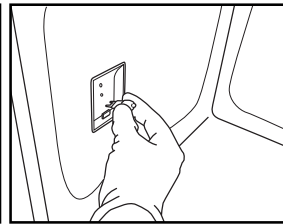

Fig. 8
4. Het lampje vervangen (zie voor het type de opmerking) (Fig. 8).